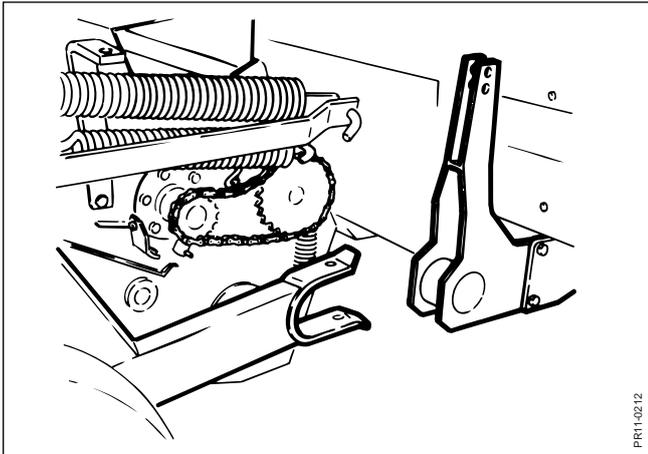

Fig. 3.11
- Fig. 3.11** Mettre le bec à maïs à une béquille et rapprocher la machine au bec à maïs.